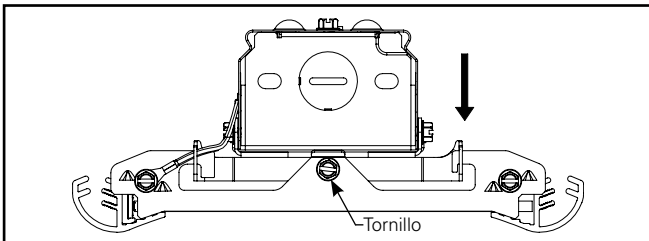

Figura 5.4.
- D. Coloque el extremo de la lengüeta más delgada dentro de la ranura en el soporte de la bisagra del conductor (Figura 5.4).